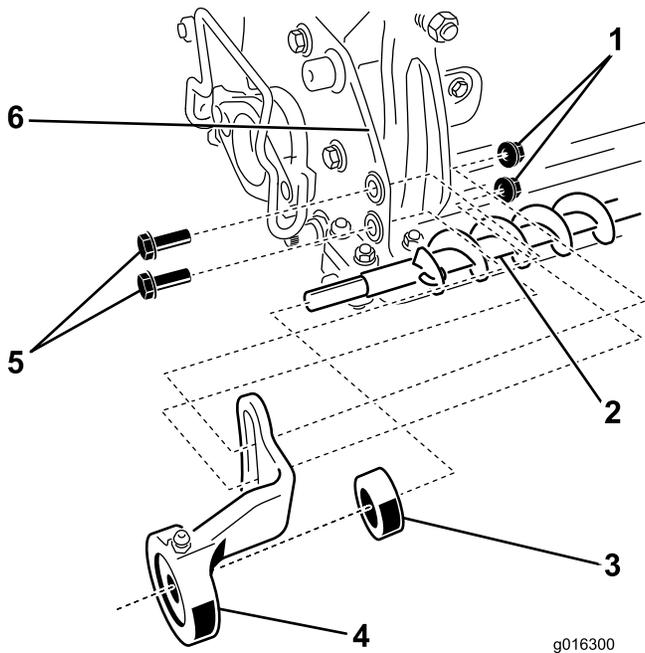

図 17
B. ブラシシャフトの自由端側で、もう一つのロッキングカラーを肩部まで入れ、その後ろから左ブラシサポートをセットする 図 17 を参照。
C. 左ブラシサポートをCuttingユニットのサイドプレートの内側に固定するスレッドロックボルト5/16 x 1 インチ2本とフランジナット5/16 インチ2個で図 17 のように取り付ける。